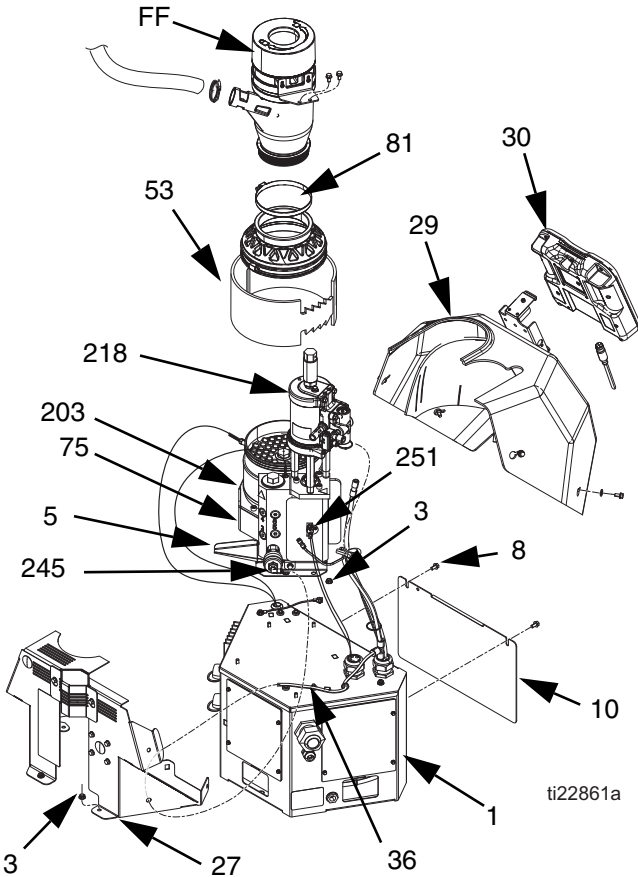
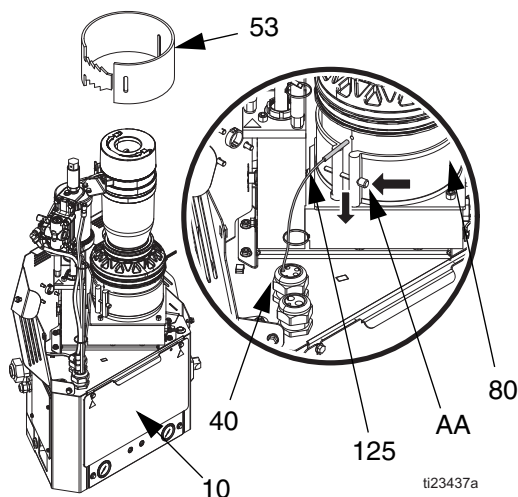

FIG. 39
FIG. 42
5. Retire el cable del ADM (30); luego deslice hacia adelante la cubierta (29) y retírela del sistema.
6. Retire los tornillos (8); luego afloje la puerta de acceso delantero del armario eléctrico (10).
8. Retire el tubo de aire (36) de la válvula de alivio (245). Extraiga el tubo de aire de la cubierta de metal (27).
9. Retire las tuercas (3) de la cubierta de metal posterior (27); luego retire la cubierta.
10. Retire el aislador de tela del fundidor (53).
11. Afloje el tornillo (AA); luego extraiga el sensor (125). Vea FIG. 42, página 73.
12. Afloje la abrazadera de la manguera (81) y retire el embudo (FF).
13. Retire los conectores de cables del interruptor de sobretensión (251).
14. Retire los aislantes (53, 75) del conjunto del fundidor (5).
15. Desconecte el cable del sensor de llenado del sensor de llenado (20). Vea **Sustitución del sensor de llenado**, página 79.
17. Extraiga el tubo de aire del motor neumático (218).
Desmontaje (consulte la FIG. 42):
4. Retire el tubo de aire (36) de la válvula de alivio. Extraiga el tubo de aire por la cubierta de metal (27).
5. Retire las tuercas (3); luego retire la cubierta de metal (27). Vea FIG. 39, página 70.
6. Retire el aislante de tela del fundidor (53).
7. Afloje el tornillo (AA); luego extraiga el sensor (125).
8. Retire la puerta de acceso del armario eléctrico (10).
9. Desconecte el cable del sensor de temperatura del conector del MZLP etiquetado J5. Consulte FIG. 42.
Armado (consulte la FIG. 42):